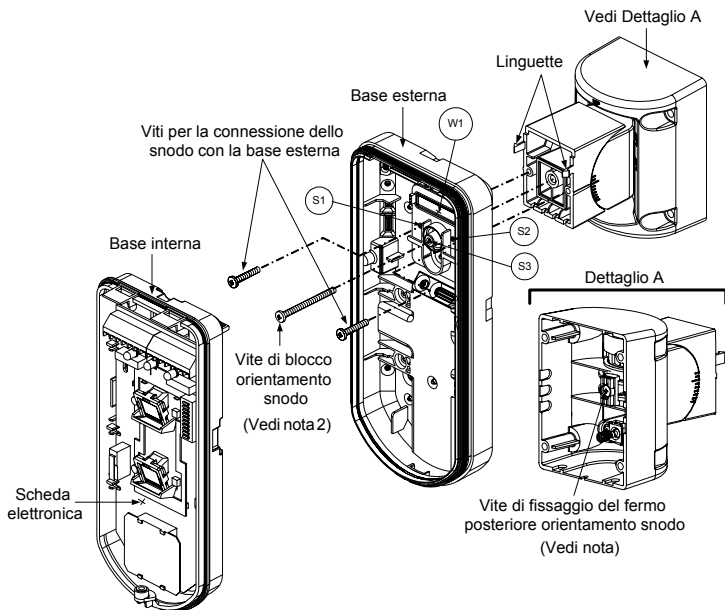

Figura 7
8. Unire la base esterna allo snodo utilizzando le apposite linguette ad incastro (Figura 7).
9. Fissare la base esterna allo snodo con due viti tramite le predisposizioni S1 e S2 (Figura 7).
10. Inserire nello snodo standard la vite (fornita) di fissaggio ad angolo facendola passare dalla base esterna attraverso il foro a sfondare S3 (Figura 7).
14. Per regolare lo snodo standard quando viene installata la scheda elettronica (Figura 7):
Quando i punti marcati delle due parti mobili sono allineati (figura 7), lo snodo standard si trova in posizione 0°.